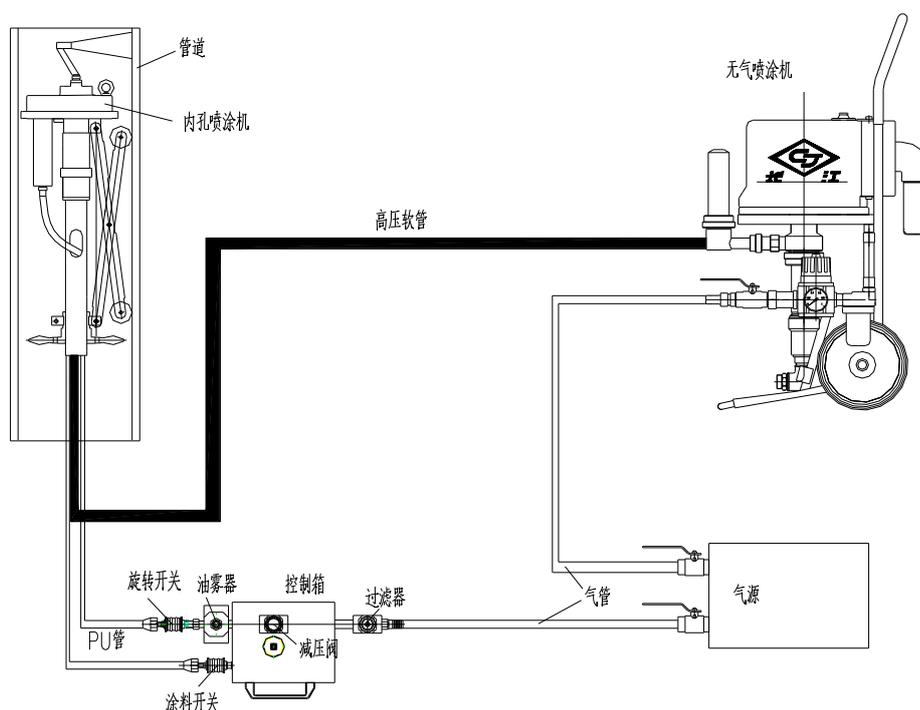

Рисунок 2: Использование принципиальной схемы
3.2 ПРИНЦИПИАЛЬНАЯ КОНСТРУКЦИЯ (Рис. 2)
- 1) С безвоздушным распылителем могут использоваться два вида распылителя. Метод применения показан на рис. 2: Использование принципиальной схемы.
- 2) Перед эксплуатацией соедините две трубы с безвоздушным распылителем и пультом управления НКР. См. рис. 2.